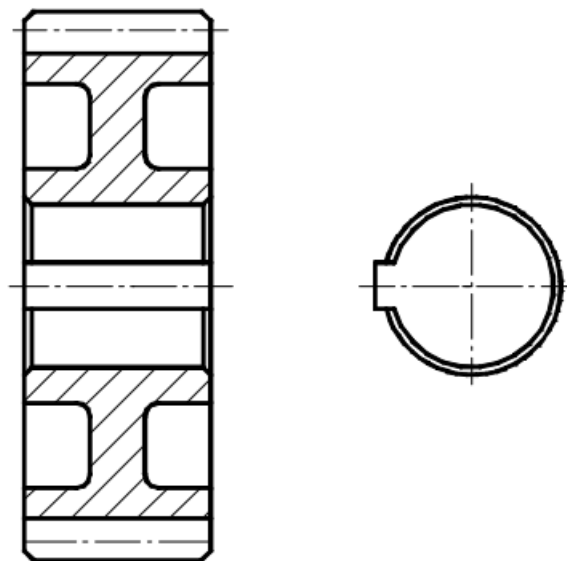

Fig.4. Vederea locală a unei piese
- **Vedere locală**, când este reprezentat doar un element simetric al obiectului, fără a fi delimitat de linii de ruptură (fig. 4);